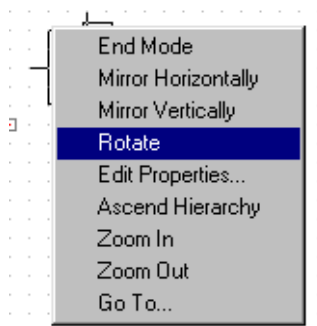

Рис. 1.19. Спливаюче меню
Крім цього пункту меню, існує цілий ряд корисних речей (рис.1.19):
**Go To...**(рис.1.19) – цей пункт меню призначений для переміщення в ту або іншу частину креслення. Не будемо відволікатись на цю можливість, познайомтеся з нею, будь ласка, самі.